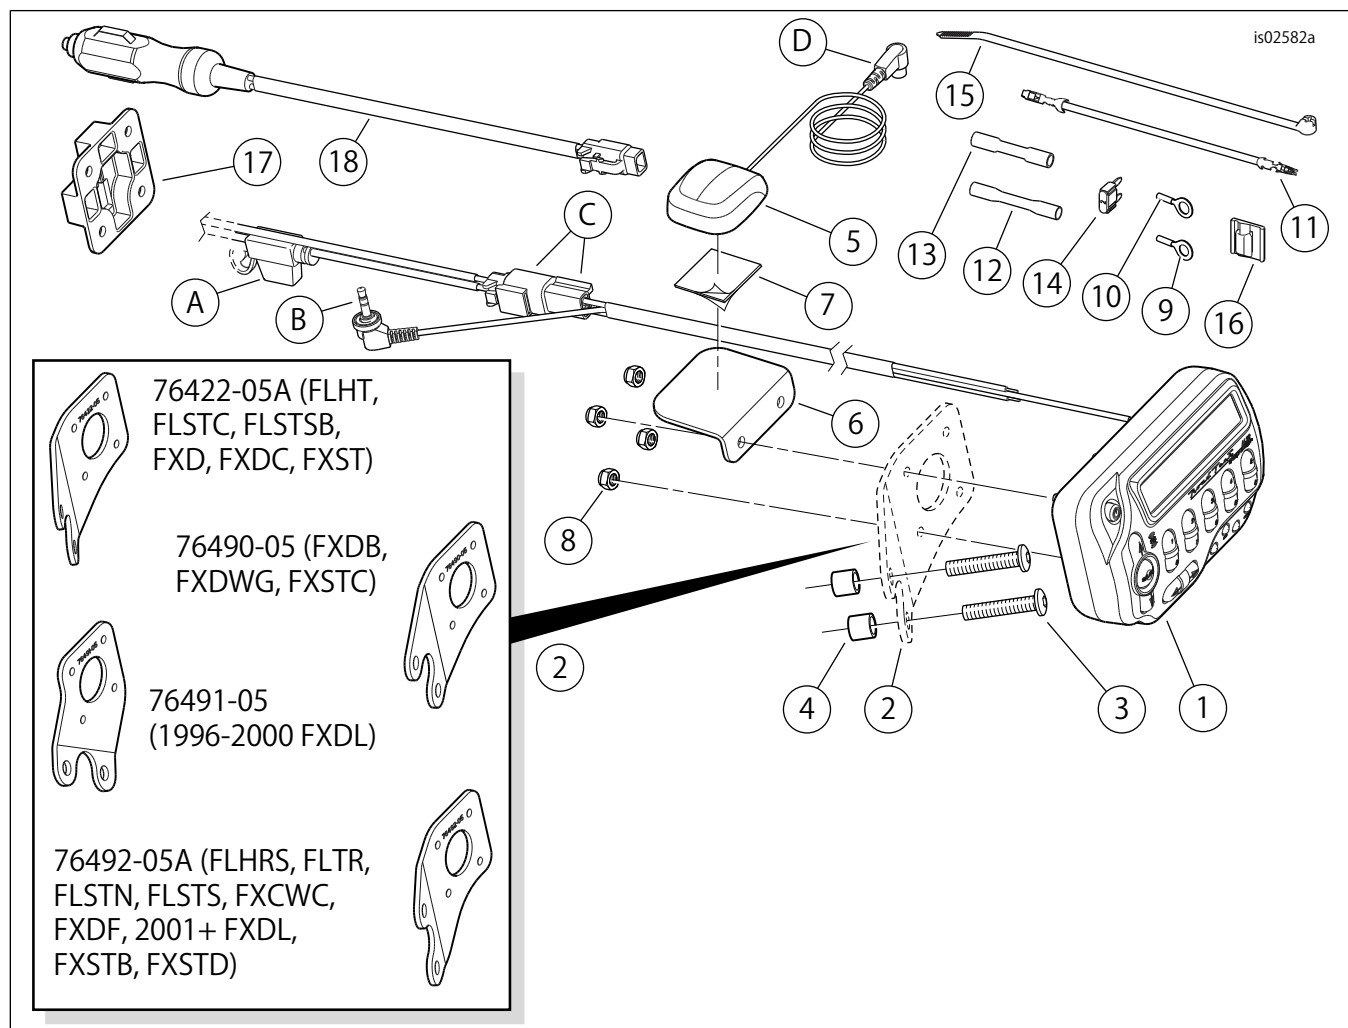

図12。交換用パーツ、RoadTech XMサテライトラジオキット
6. 図12を参照してください。オレンジ/白色のサテライトレシーバーハーネスワイヤーから余分な長さを切ります。キットの赤色シールドスプライスコネクター(12)を使用して、このワイヤーと、ステップ4で取り付けしたアダプターワイヤーとを接合します。
6. 図12を参照してください。オレンジ/白色のサテライトレシーバーハーネスワイヤーから余分な長さを切ります。キットの赤色シールドスプラインコネクタ(12)を使用して、このワイヤーと、ステップ4で取り付けしたアダプターワイヤーとを接合します。